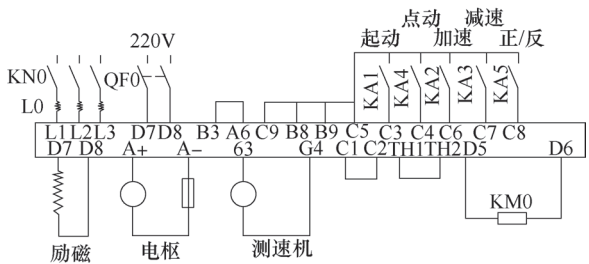
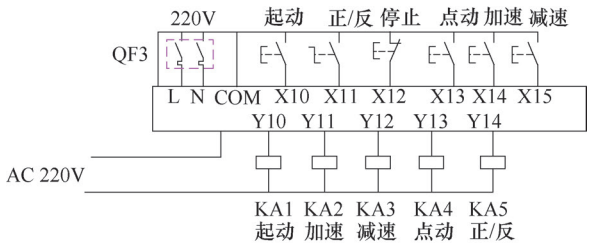

图1 主轴590+装置接线
图2 主轴控制PLC输入、输出接线
(4) 改造后工作原理说明 主轴590+装置接线如图1所示, 主轴正转只需C3、C4接通就可以了, 而反转需要C3、C4 和C8同时接通才可实现。主轴运行速度的调节靠点动C6、C7来实现。主轴控制PLC输入、输出接线如图2所示。